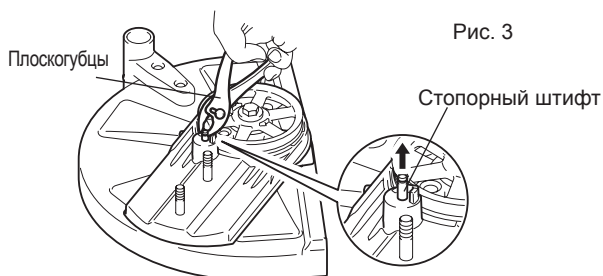

Рис. 3
- (4) Извлеките стопорный штифт с помощью плоской отвертки или плоскогубцев. (Рис. 3)